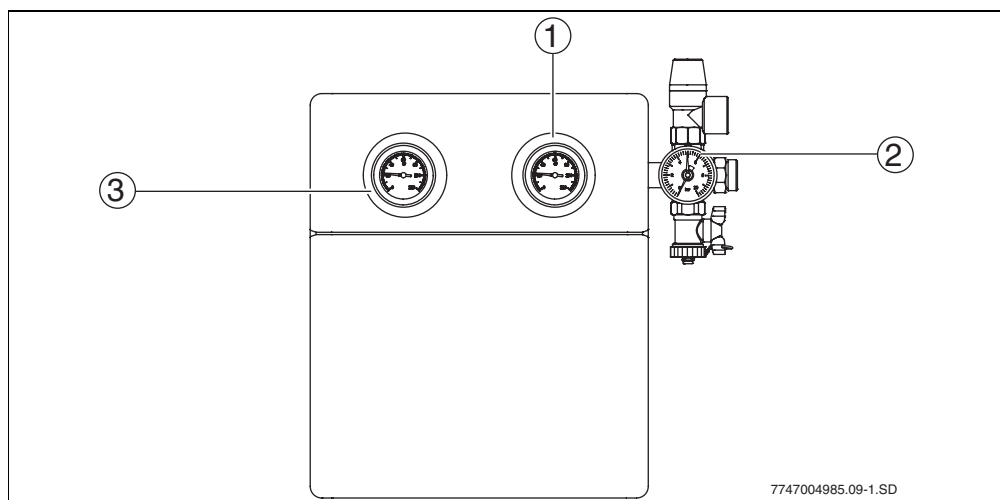

Bild 7 Solarstation
- Thermometer (→ Bild 7, Pos. 1 und 3): Die eingebauten Thermometer zeigen die Temperaturen des solaren Rücklaufs (blau) und Vorlaufs (rot) an.
- Manometer (→ Bild 7, Pos. 2): Das Manometer zeigt den Betriebsdruck an.